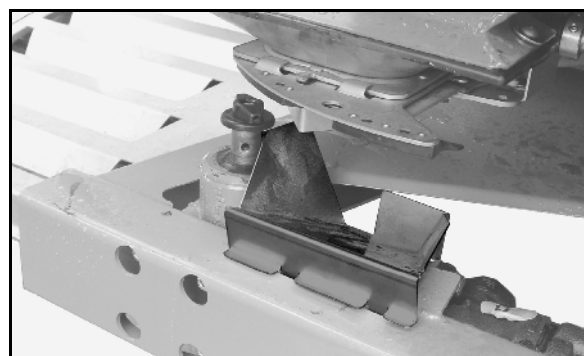

Fig. 53
5. Indsæt tragt til gødning på rammen under den venstre udløbsåbning (Fig. 53).